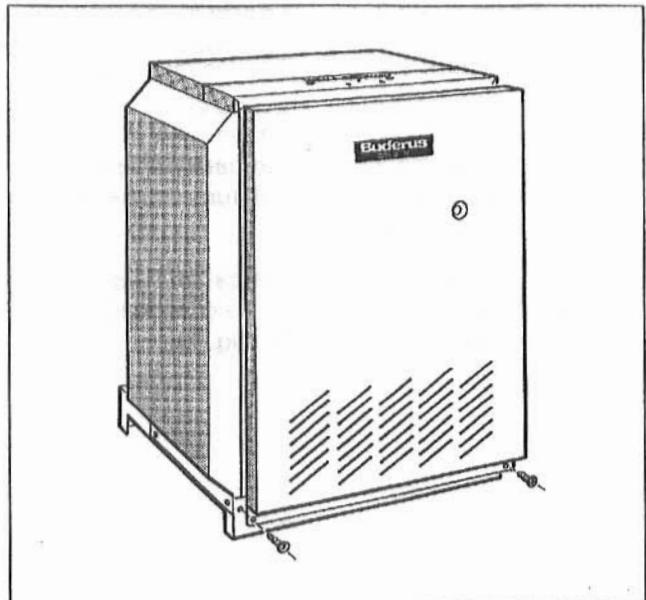

Fig. 4: Scoaterea peretelui frontal al cazonului
- Se scot șuruburile de siguranță de jos de la peretele frontal al cazonului. (Fig. 4).
- Se ridică și se scoate drept înainte peretele frontal (Fig. 4).